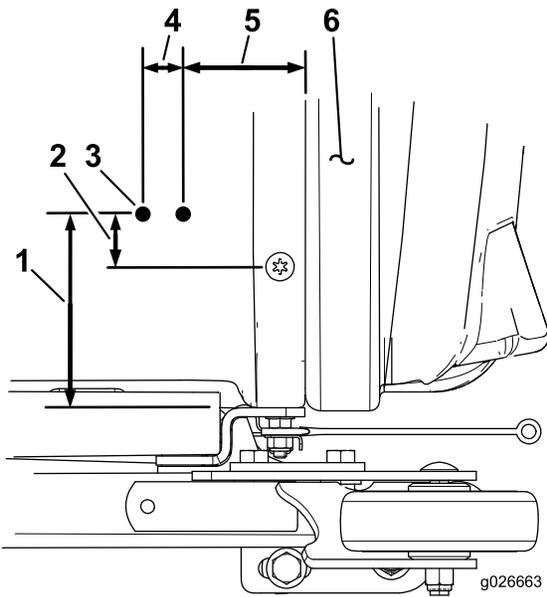

Figura 1
1. Marque las ubicaciones de dos taladros en el lado izquierdo de la tolva, según se ilustra en la Figura 1.